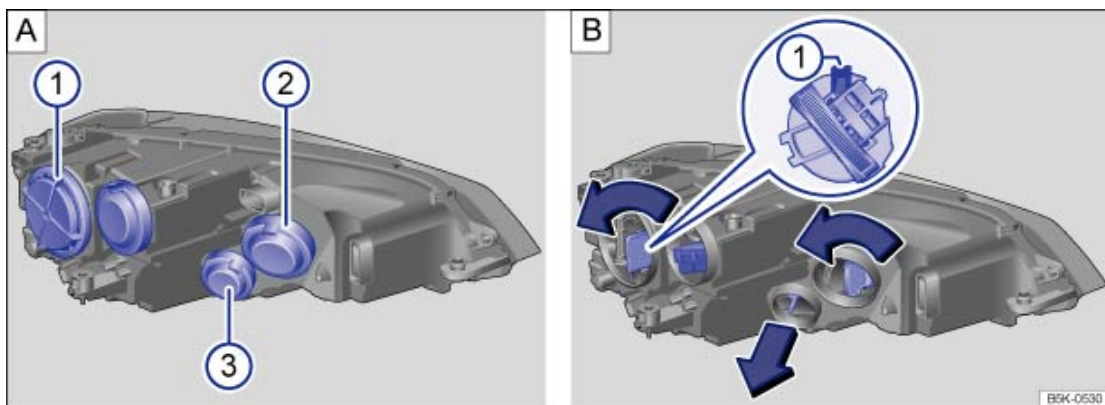

Fig. 244 Dans le compartiment-moteur : caches du projecteur avant gauche ① feux de croisement, ② feux de route, feux de position et feux de jour, ③ clignotants.
| → Fig. 244   | ①  | ②  |   | ③  |
| 6.   | Mettez en place le porte-ampoule dans le projecteur, l'ergot de fixation étant orienté vers le haut → Fig. 244 B ①, puis tournez-le jusqu'en butée dans le sens des aiguilles d'une montre.                      | Placez avec précaution le porte-ampoule dans le projecteur puis enfoncez-le vers l'avant jusqu'à ce qu'il s'encliquette. | Placez le porte-ampoule dans le projecteur puis tournez-le dans le sens des aiguilles d'une montre jusqu'en butée.  | Placez avec précaution le porte-ampoule dans le projecteur puis enfoncez-le vers l'avant jusqu'à ce qu'il s'encliquette.                     |